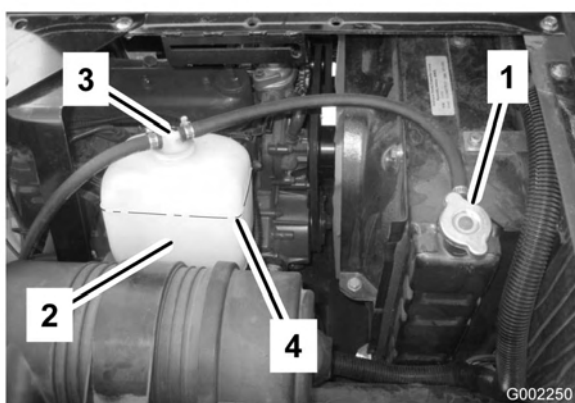

Figura 53
2. Quando il motore è freddo, togliete il tappo del radiatore (Figura 53).